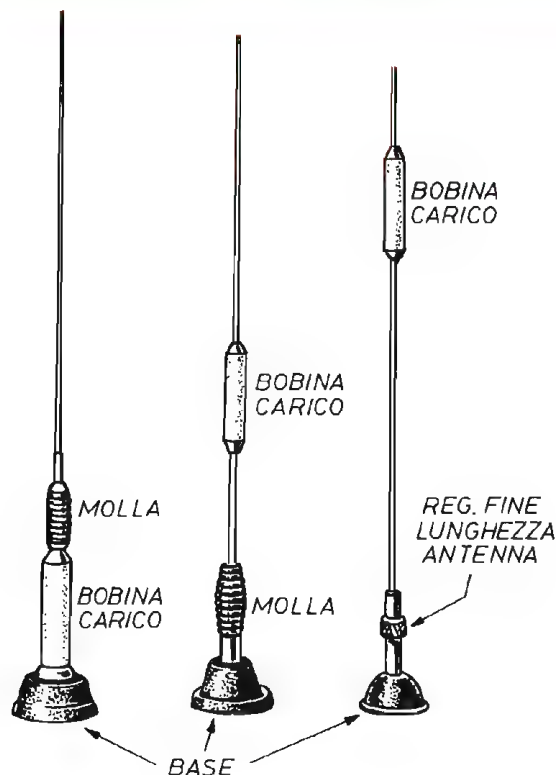

Fig. 6 - Esempi di moderne antenne a stilo « caricate » e adatte per usi automobilistici.
**Fig. 6 - Esempio di dipolo accorciato, adatto per lavorare sulla gamma dei 7 MHz. Tra il punto 2 e il punto 3 viene inserito un filo non conduttore, la cui funzione è quella di realizzare un perfetto irrigidimento dell'antenna stessa. I dati costruttivi, compresi quelli della bobina, sono tutti nel testo**